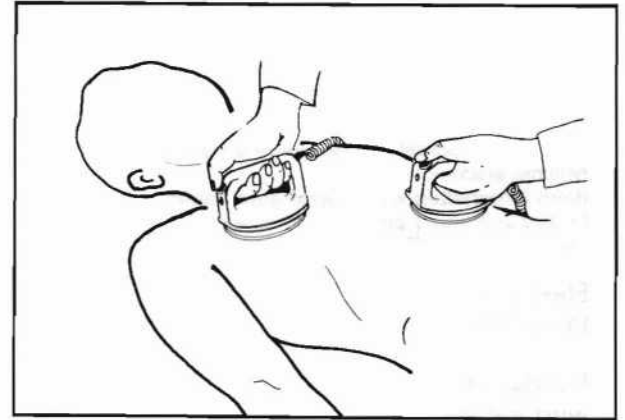

Bild 16
- Elektroden auf Thorax aufsetzen und fest andrücken (Bild 16).
- Eine der Tasten (27) oder (32) an den Elektroden kurz drücken: Energiespeicher wird geladen, und Schreiber startet für 18 s.